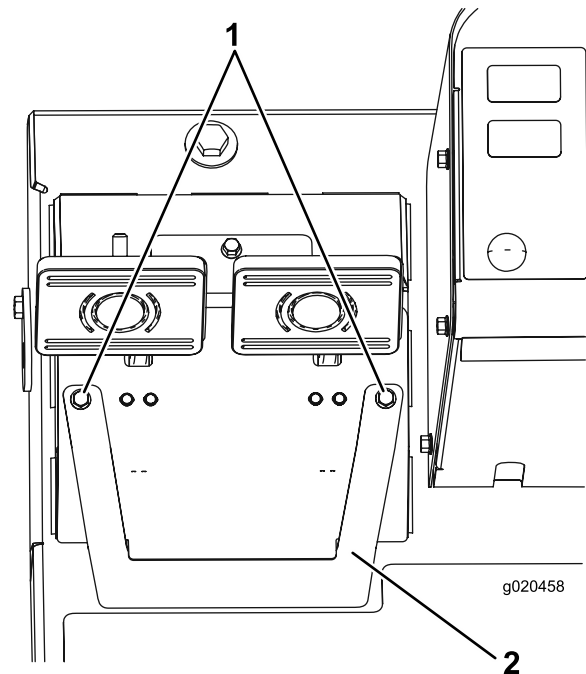

Bild 67
- A. Lösen Sie die zwei Befestigungsschrauben und nehmen die Bremseinstellabdeckung ab (Bild 67).